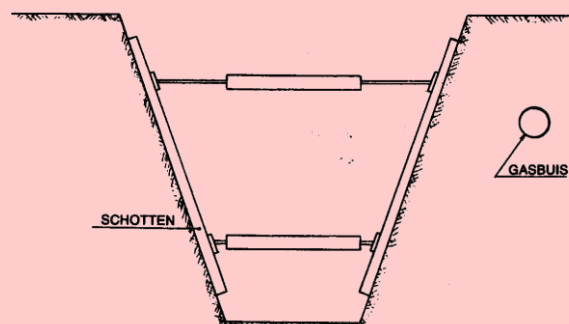

FIG. 3- stempeling van sleufwanden
3. Indien de gasinstallatie gevaar loopt beschadigd te worden (breuk, enz.) door een terreinverzakking, moeten aangepaste maatregelen genomen worden (zie bijvoorbeeld fig. 2 en fig. 3) en moet de aardgasdistributienetbeheerder **onmiddellijk** verwittigd worden.